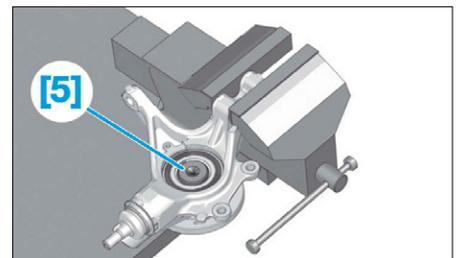

FIG. 38
- Fixer le pivot dans un étau et positionner l'outil [5] (Fig.38).